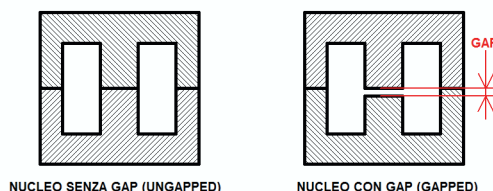

Figura 6 Nucleo ad "E" senza "gap" e con "gap"
Dalla Tabella presentata in figura 6 della puntata 7, notiamo che anche un piccolo nucleo E20 (20x20x6 mm) riesce a fornire ben 26W a 25kHz, anche se in configurazione push-pull. La configurazione flyback utilizza il nucleo magnetico in un solo quadrante B-H (**la corrente nel primario scorre sempre in una sola direzione**), a differenza dei due quadranti sfruttati dalla push-pull, e quindi l'energia disponibile sarà minore e circa pari a **0,5-0,7 volte** quella della tabella appena citata. Nonostante questo, il nucleo E20/10/6 è
- Il "gap", cioè lo spazio vuoto esistente tra la gambe centrali di molti nuclei in ferrite, vedi figura 6.